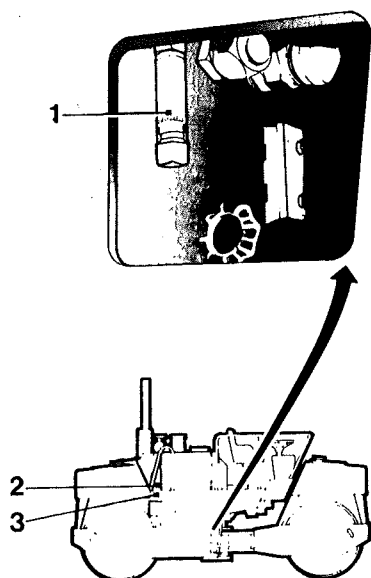

Fig. 3a Réservoir hydraulique CC 21-13479-1
Pour le remplissage, relever le capot d'air (2) puis relever la plaque (3) de manière que le bouchon de remplissage soit visible, (fig. 3a)